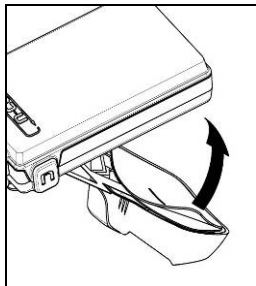

Fig. 2
- Enlevez le film protecteur de l'adhésif double face placé au verso du système ESS (fig. 2).